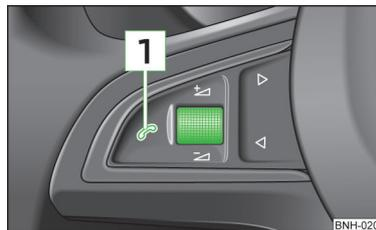

Fig. 84
Pulsando brevemente la tecla **1** » fig. 84 en el volante multifunción.
Si el sistema está reproduciendo un mensaje, es necesario finalizar el mensaje que se está reproduciendo pulsando brevemente la tecla **1** » fig. 84 del volante multifunción.
- pulsando brevemente la tecla **1** » fig. 84 en el volante multifunción.